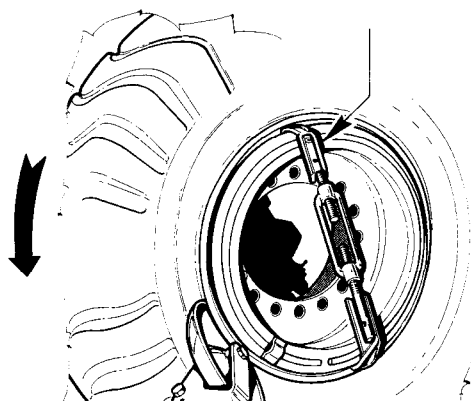

Fig.38
2. Positionner le disque détalonneur au bord de la jante (Fig.38). Quand la bague de blocage est collée à l'enveloppe (pour les pneus de génie civil) pour détalonner il est nécessaire de la bloquer à la jante à l'aide de l'étau #4007611 (sur demande).